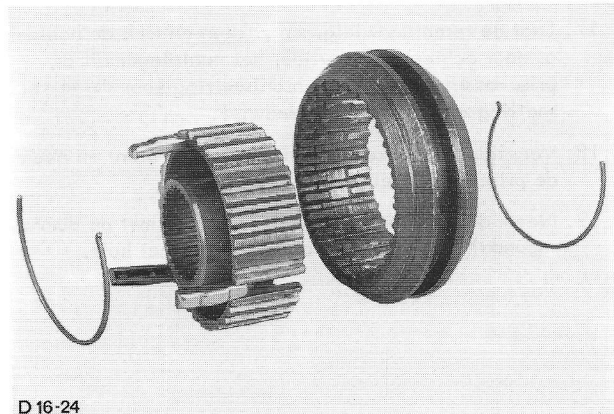

Fig.97 Synchroaaf, gedemonteerd.
26. Neem de beide synchro's uit elkaar (fig.97).